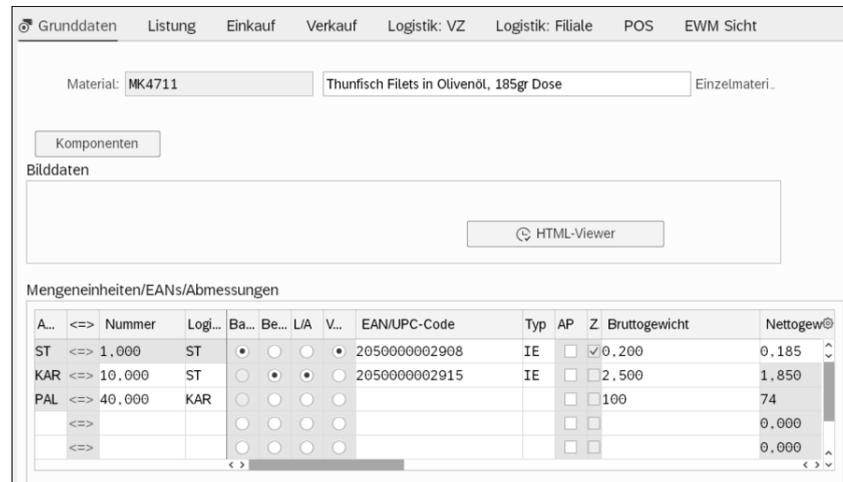

Abbildung 4.14 Mengeinheiten im Materialstamm pflegen
Einheiten) hinterlegen. Für den Artikel in Abbildung 4.14 wurden z. B. drei Mengeneinheiten gepflegt: die Basismengeneinheit Stück (ST), die Filialbestellmengeneinheit Karton (KAR) und die Bestellmengeneinheit für das Verteilzentrum Palette (PAL). Zu jeder Mengeneinheit wurde jeweils das Verhältnis in Bezug zur Basismengeneinheit angegeben.